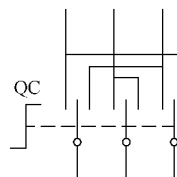

图 1-11 有限位组合开关在电路中的图形及文字符号
**有限位型组合开关** 有限位型组合开关指的是组合开关的手柄在正、反转动时，其转动位置是受限制的。有限位型组合开关又称“倒顺开关”，它分为三档，即“停”、“正转”、“反转”档。通常情况下，“停”档在中间位置，从“停”档扳向“正转”档位置，组合开关手柄转动 90° 机械空间角度，电路上接通负载（电动机）的正转电源；从“停”档扳向“反转”档位置时，组合开关向相反的方向转动 90° 机械空间角度，在电路上接通负载（电动机）的反转电源。有限位型组合开关的图形符号及文字符号如图 1-11 所示。